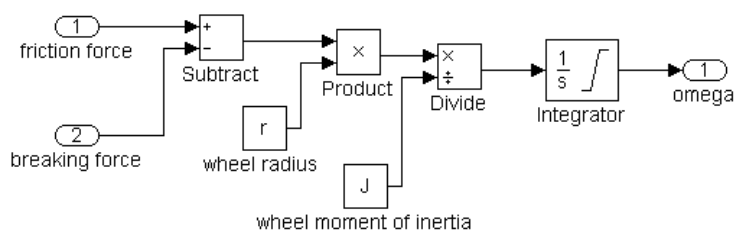

Рисунок 16 — Подсистема «wheel angular velocity» расчета угловой скорости колеса
На основании формулы (25) создадим подсистему «wheel angular velocity» расчета угловой скорости колеса (рисунок 16). Интегратор («Integrator») имеет начальное значение равное « $V/r$ » (начальная скорость автомобиля, деленная на радиус колеса) и ограничен сверху бесконечностью, а снизу 0.